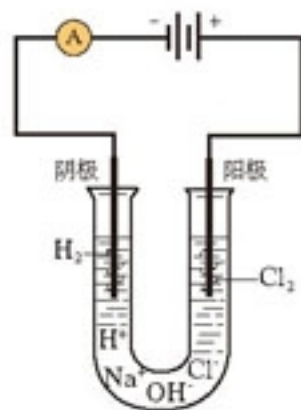

图 2-9 电解饱和食盐水实验装置
在氯碱工业中，通过电解^①饱和食盐水的方法得到 NaOH、Cl₂ 和 H₂。其原理可以通过图 2-9 所示的实验装置来说明。我们知道，在氯化钠溶液中存在着 Na⁺、H⁺、Cl⁻、OH⁻ 4 种离子，当接通直流电源后，带负电的 OH⁻ 和 Cl⁻ 向阳极移动，带正电的 Na⁺、H⁺ 向阴极移动。在所给的电解条件下，Cl⁻ 比 OH⁻ 容易失去电子，H⁺ 比 Na⁺ 容易得电子，在两极分别发生下列反应：